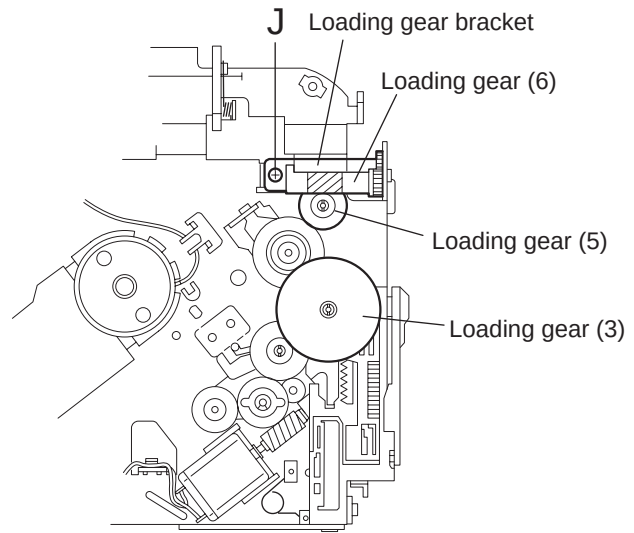

図33
■LOADING GEAR (5) (6) (7) の外し方 (図33, 34参照)